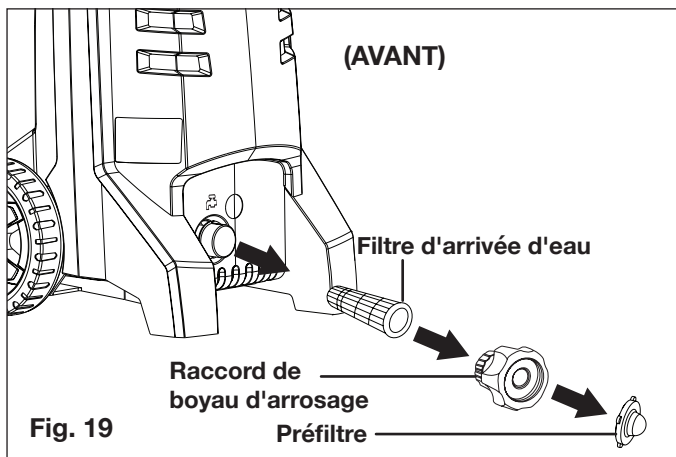
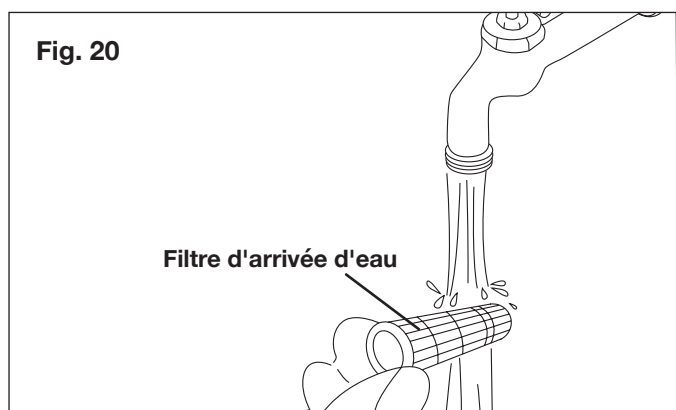

Fig. 19
Fig. 20
1. Pour assurer un bon rendement, vérifiez et nettoyez le filtre d'arrivée d'eau (Fig. 19). Retirez le préfiltre et le filtre d'arrivée d'eau et rincez-les à l'eau chaude pour empêcher qu'un corps étranger vienne obstruer la pompe (Fig. 20 et 21).